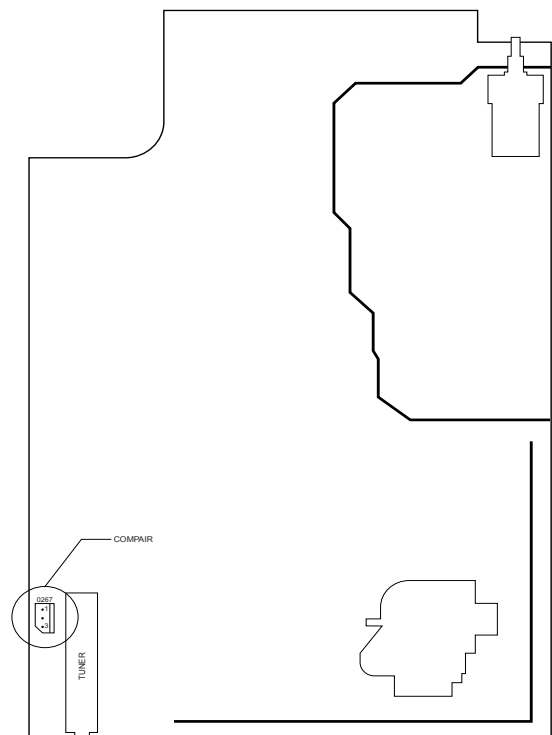

Figura 5-7
8. Conecte a outra ponta do cabo de interface ao conector ComPair do mono bloco (veja figura 5.7)